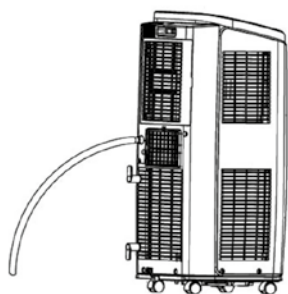

Figura 16
- 3 Conecte una tubería de agua (no suministrada) al racor (véase la figura 16).